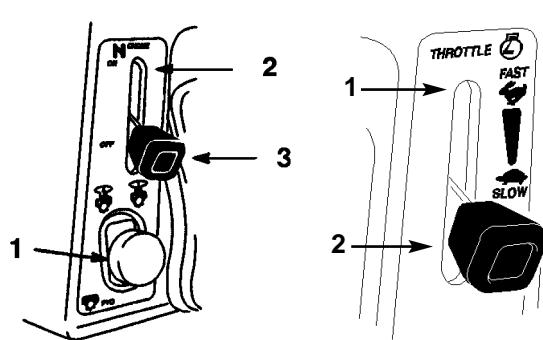

Figure 3
3. Pousser la PTO (prise de force) sur "OFF" (ARRET) (Fig. 3).
4. Placer la manette de starter sur "ON" (MARCHE) (Fig. 3).